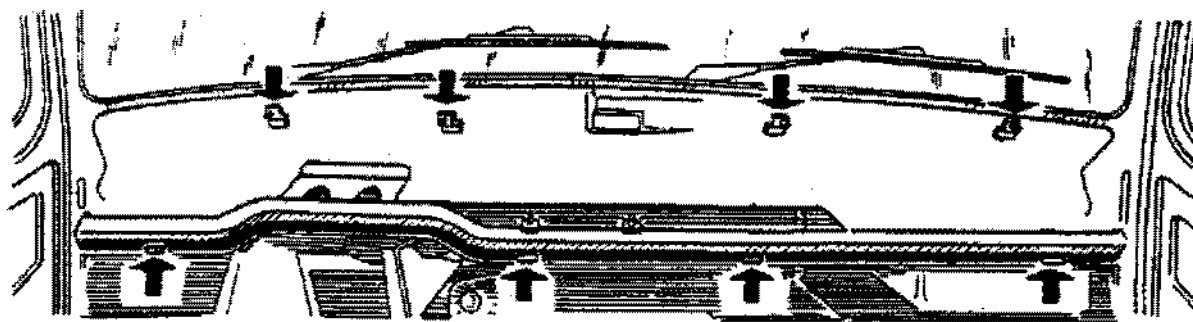

Fig. 8-30. Fixação do painel dos instrumentos; as setas indicam os pontos de fixação.
9. Remover os quatro parafusos inferiores de fixação do painel dos instrumentos à travessa dianteira (fig. 8-30) e, através das aberturas do porta-luvas e quadro dos instrumentos, remover as quatro porcas superiores de fixação à travessa; remover o painel dos instrumentos.